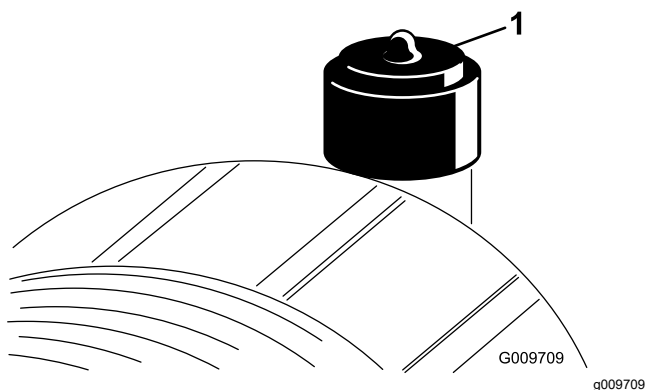

Figure 74
Faites l'entretien du filtre à air uniquement quand l'indicateur de colmatage (Figure 74) indique que cela est nécessaire. Changer le filtre à air prématurément ne fait qu'accroître le risque de contamination du moteur par des impuretés quand le filtre est déposé.
9. Réarmez l'indicateur de colmatage (Figure 74) s'il est rouge.